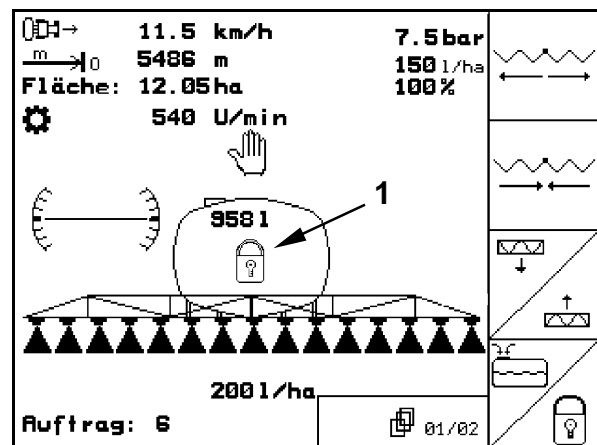

Fig. 148
- Im Arbeitsmenü erscheint das geschlossene Schloss-Symbol (Fig. 148/1) bei verriegeltem Schwingungsausgleich.